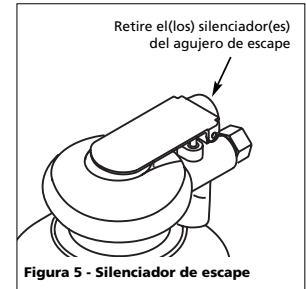

Figura 5 - Silenciador de escape
3. Retire el silenciador de espuma del escape (vea la Figura 5) y lávelo con agua jabonosa tibia. Deje que el silenciador se seque al aire antes de volverlo a instalar. Cambie el silenciador si es que no puede limpiarse adecuadamente.